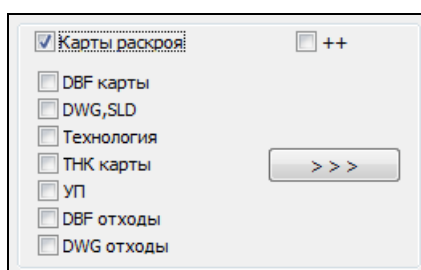

Рисунок 56. Область **Карты раскроя** (после активации)
Для активации области **Карты раскроя** необходимо включить одноименный флажок (рис. 56).
- если выбрана опция **DBF карты** (см. рис. 56), то копируются данные в таблицы БД kismater.dbf (материалы), kr_list.dbf (карты раскроя), draws.dbf (чертежи, детали которых входят в карты), det_zak.dbf (вспомогательные списки деталей, входящих в карты), spescr.dbf (детали отмеченных карт);